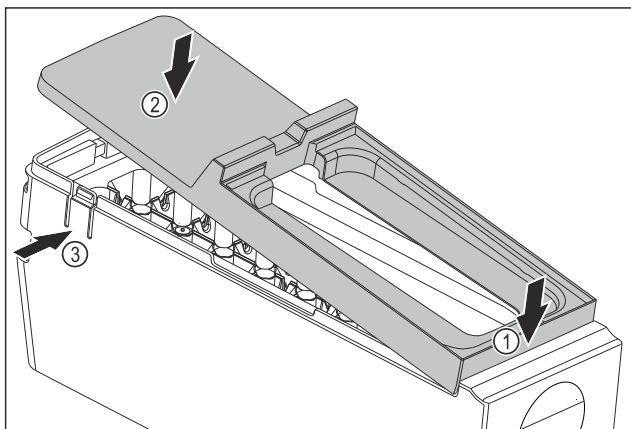

Fig. 90
- ▶ Montirajte poklopac tijela sustava EasyTwist-Ice: Postavite poklopac sprijeda. Fig. 90 (1)
- ▶ Spustite poklopac straga. Fig. 90 (2)
- ▷ Poklopac će se čujno uglaviti u oba jezička Fig. 90 (3).